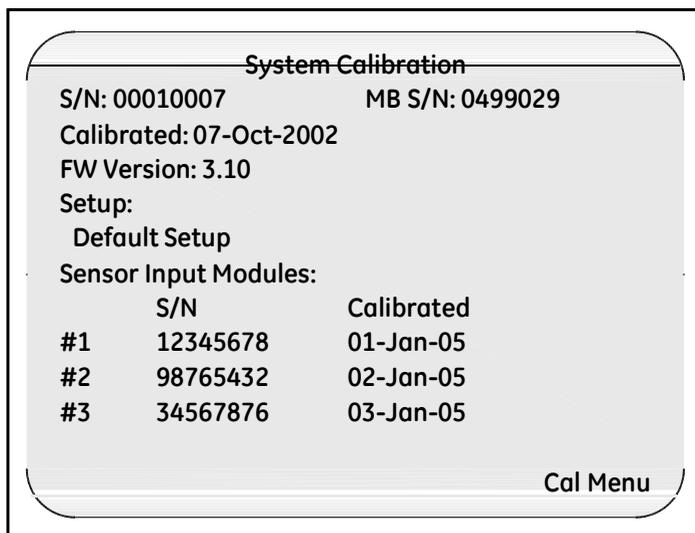

图 19: System Calibration (系统校准) 界面
- 按 **System Calibration (系统校准)** . 如图 19 所示 (下页) .